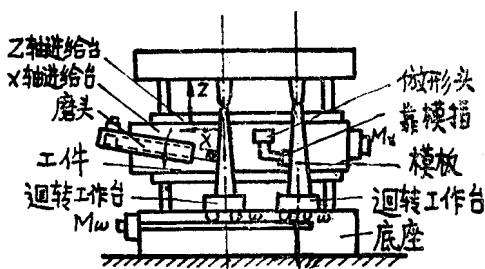

图11 透平叶片加工用的仿形砂带
在这方面，有些厂家协同研制了一种加工透平叶片用的仿形控制砂带磨床，如图11所示^⑫。该磨床的底座上有2个回转工作台，其上固定着靠模样板及工件，与Z轴平行。控制马达M₀连结此二者，以角速度 ω 作同步驱动回转。Z轴进给台在支柱上以一定的速度沿Z轴方向作往复运动；X轴进给台，在Z轴进给台上用控制马达M_x带动，沿着X轴方向相对于Z轴进行滑动，与此同时，将切线方向的进给速度适当控制到一定范围，使工件对应于靠模指进行磨削。本机使用硬度60D的橡胶接触轮，36号砂带，在砂带速度1000米／分下磨削 13% Cr-M钢，最大长度650 mm，最大宽度180 mm的船用和陆地上用的大型透平叶片的轮廓部分，能得到加工精度 ±0.2 mm（这在大型透平叶片上是个十分令人满意的工作精度）和粗糙度 $6\sim10$ s。又，加工工时比起以往的手工操作可缩短到 $1/2$ ，即40分钟左右，在生产场上已取得良好成绩。随着这种控制技术的引入，今后使用砂带来实现自由曲面的高精度磨削，想也不是遥远的梦想了。